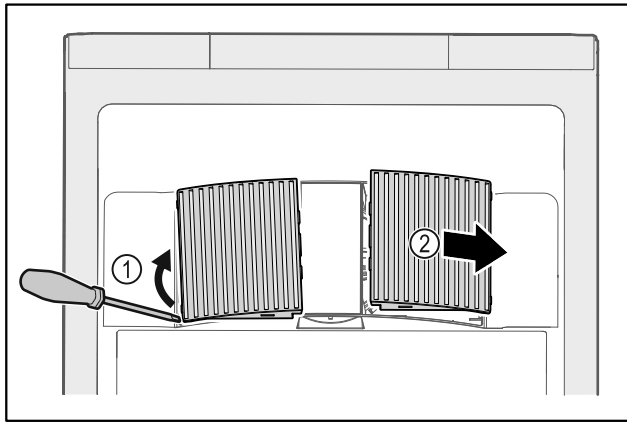

Fig. 140
- ▶ Väännä tuulettimen suojukset varovasti sivulta pois paikaltaan Fig. 140 (1) ja poista suojukset etukautta Fig. 140 (2).